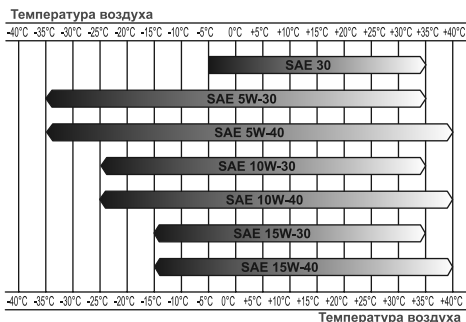

Рис. 12 Определение вязкости масла
*Нельзя применять масло для двухтактных двигателей. Рекомендуется применять моторное масло для четырехтактного бензинового двигателя категории SE и SF по системе классификации API. Вязкость масла по классификации SAE выбирается в зависимости от температуры окружающего воздуха, при которой будет работать двигатель. При выборе вязкости масла пользуйтесь таблицей Рис. 12.*